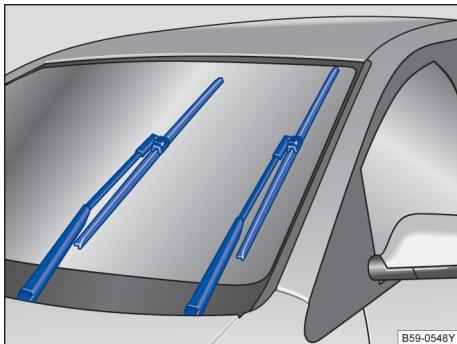

图 128 处于保养位置的刮水片
- 将风窗玻璃刮水器拨杆向下拨至点动刮水位置。使刮水器处于保养位置→图 128。